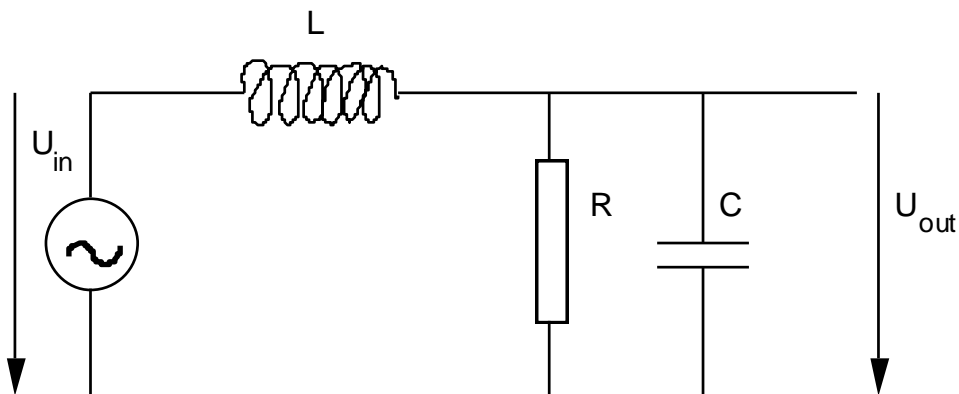

Fig. 1: Circuit électrique RLC
Considérons le circuit électrique suivant (Fig. 1):
1) Réaliser le montage d'un circuit RCL tel que présenté à la figure 1, avec: